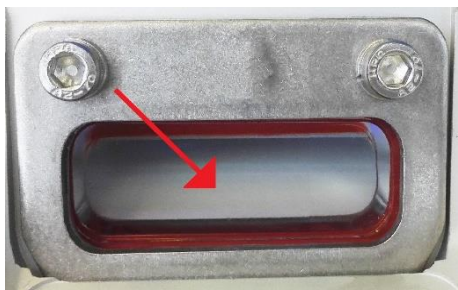

Figura 22 – Pulizia del prisma
- Pulire la superficie del prisma (Figura 22 - n°1) con prodotto non abrasivo